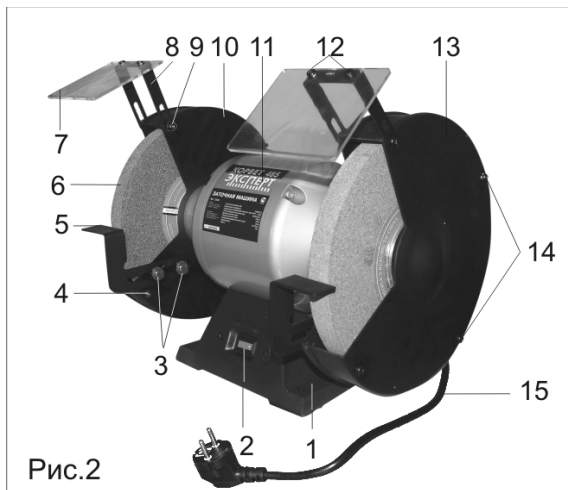

Рис.2
Машина состоит из следующих сборочных единиц и деталей (Рис. 2):
Установите машину на ровной и устойчивой поверхности верстака и надёжно закрепите её через специальные отверстия в основании (1), Рис. 2, с помощью болтовых соединений (не комплектуются).
9. СБОРКА И РЕГУЛИРОВКА (Рис. 2)
10.1. Пуск машины (Рис. 2)
10.2. Заточка режущего инструмента (Рис. 2)
11. ЗАМЕНА ШЛИФОВАЛЬНОГО КРУГА (Рис. 2, 3)
После работы очищайте машину от абразивной пыли, металлических опилок и т.д. Перед работой на машине проверяйте крепление всех элементов конструкции машины. Регулярно очищайте защитные экраны (7), Рис. 2, влажной тряпкой, обеспечивая видимость рабочей зоны. Не используйте растворители или очистители, выработанные